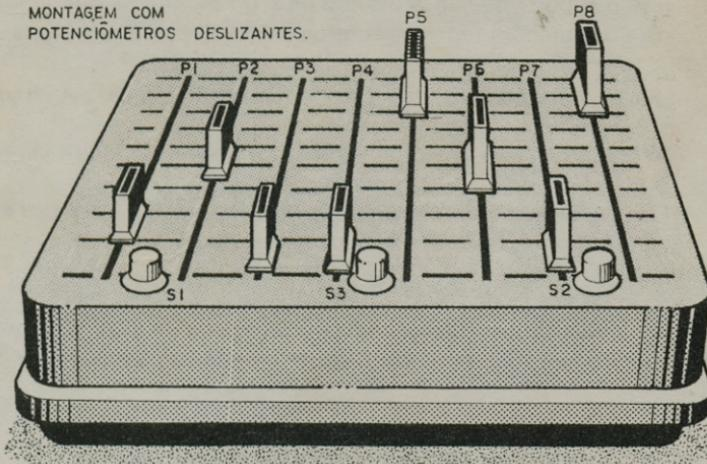

Figura 12
e) Os potenciômetros usados nesta montagem podem ser do tipo deslizante ou do tipo comum com eixo rotativo. No primeiro caso, evidentemente tem-se uma montagem de melhor aspecto (figura 12), mas lembramos os leitores que estes componentes são mais caros que os potenciômetros comuns. O importante no caso é apenas o valor do potenciômetro já que podem ser usados tipo lineares ou logarítmicos. Esses potenciômetros formarão os controles do aparelho, devendo em seus eixos serem instalados os knobs. Na compra dos potenciômetros aproveite para escolher os knobs lembrando sempre que deles dependerá a aparência externa da central de efeitos sonoros.